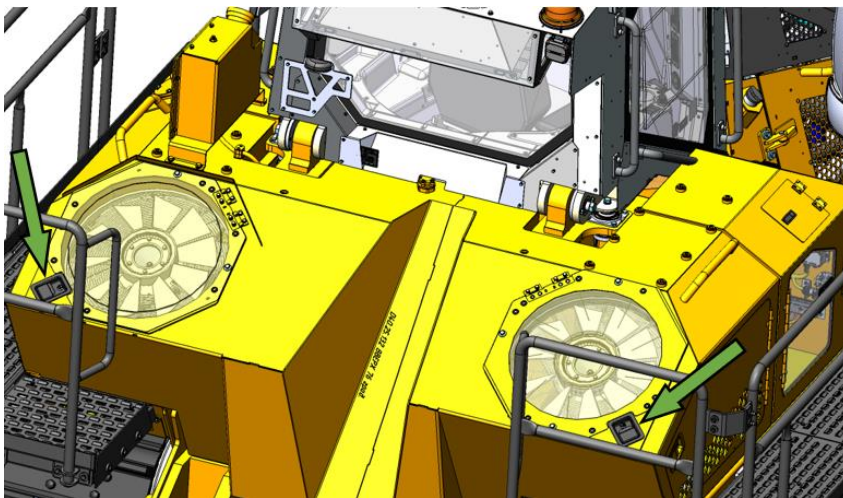

Рисунок 5.71. Чистка радиаторов гидросистемы
- ▶ Открыть замок (показано стрелкой), см. рис. 5.71. Раму с вентилятором поднять кверху. Фиксация рамы в открытом положении обеспечивается газовыми упорами.
- ▶ Открыть раму вентилятора спереди машины и зафиксировать ее в открытом положении стопором, рис. 5.49. Открыть рамы вентиляторов гидросистемы рис. 5.71.